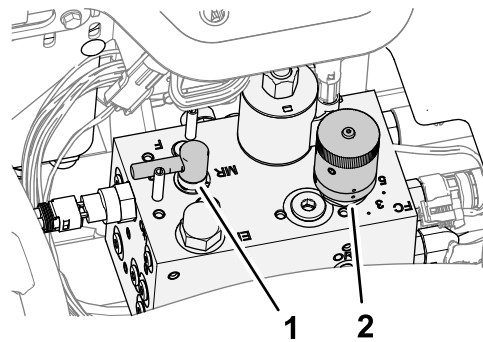

Рисунок 95
3. Установите рычаг заточки обратным вращением в положение F (скашивание) (Рисунок 95).